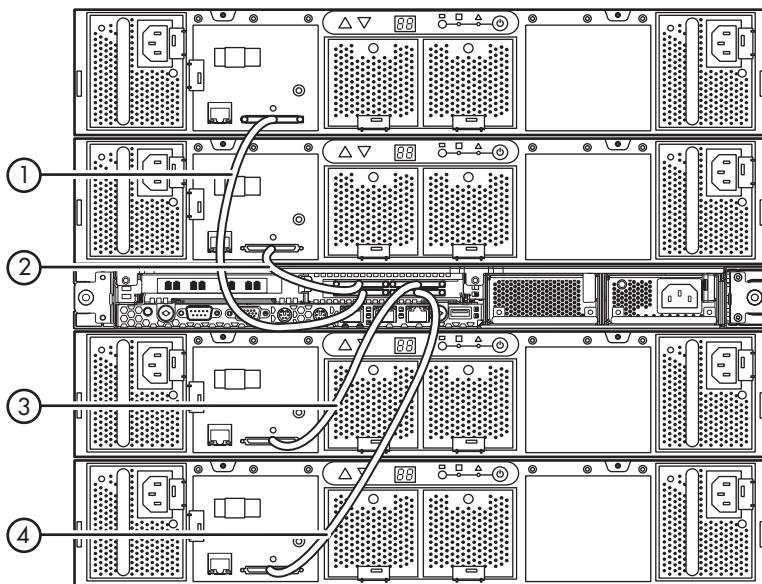

図 11. 各ディスク アレイのVHDCIコネクタの、ノードのVHDCIコネクタへの正しい
3. 各ディスク アレイのVHDCIコネクタを、ノードのVHDCIコネクタにつなぎます (図 11)。